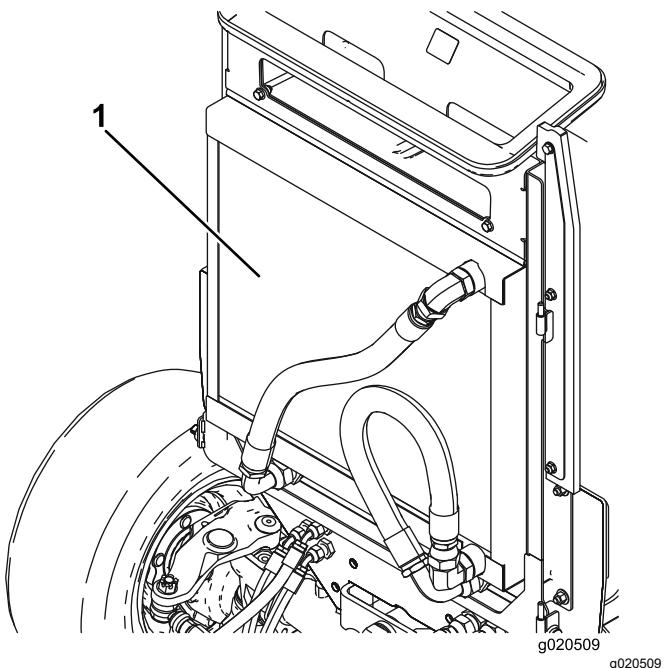

Bild 86
5. Reinigen Sie beide Seiten des Ölkühlers und des Kühlers gründlich mit Druckluft (Bild 86).